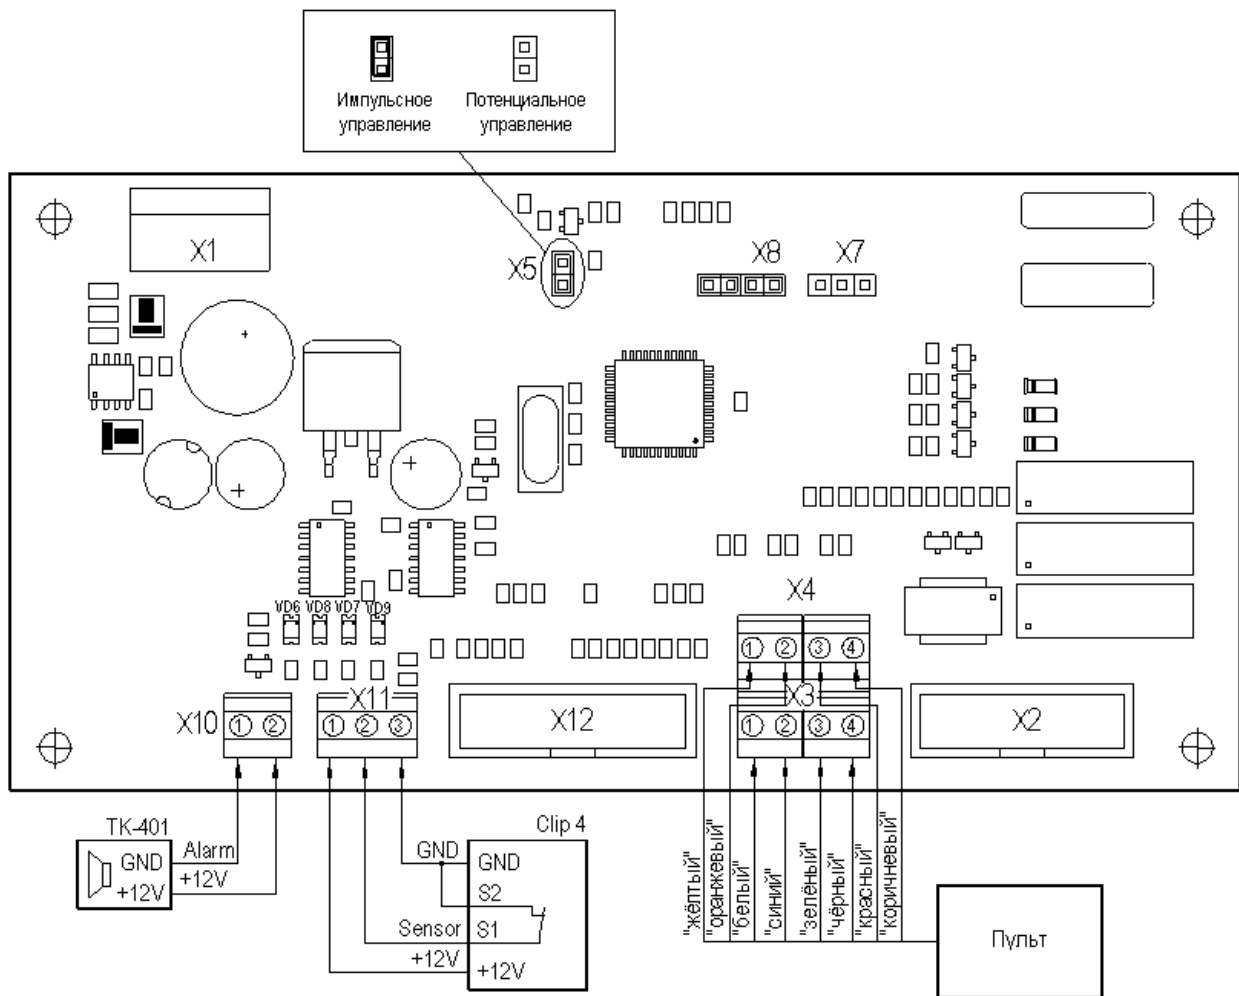

Рис. 8. Модуль процессорный
- отсоедините сетевой кабель (12) от сети;
- внутри блока управления на клеммных колодках X3 и X4 процессорного модуля (рисунок 8 Приложения 1 и рисунок 9 Приложения 2) поменяйте местами следующие провода кабеля пульта управления (13) — *белый с зелёным* и *жёлтый с красным*, т.е. подключите указанные провода следующим образом:
Положение переключки и соответствующий ему режим управления турникетом, а также расположение клеммных колодок X10, X11 и назначение контактов для подключения сирены и датчика контроля зоны прохода показаны на рис. 8. Схема подключения устройства радиоуправления показана на рисунке 9.